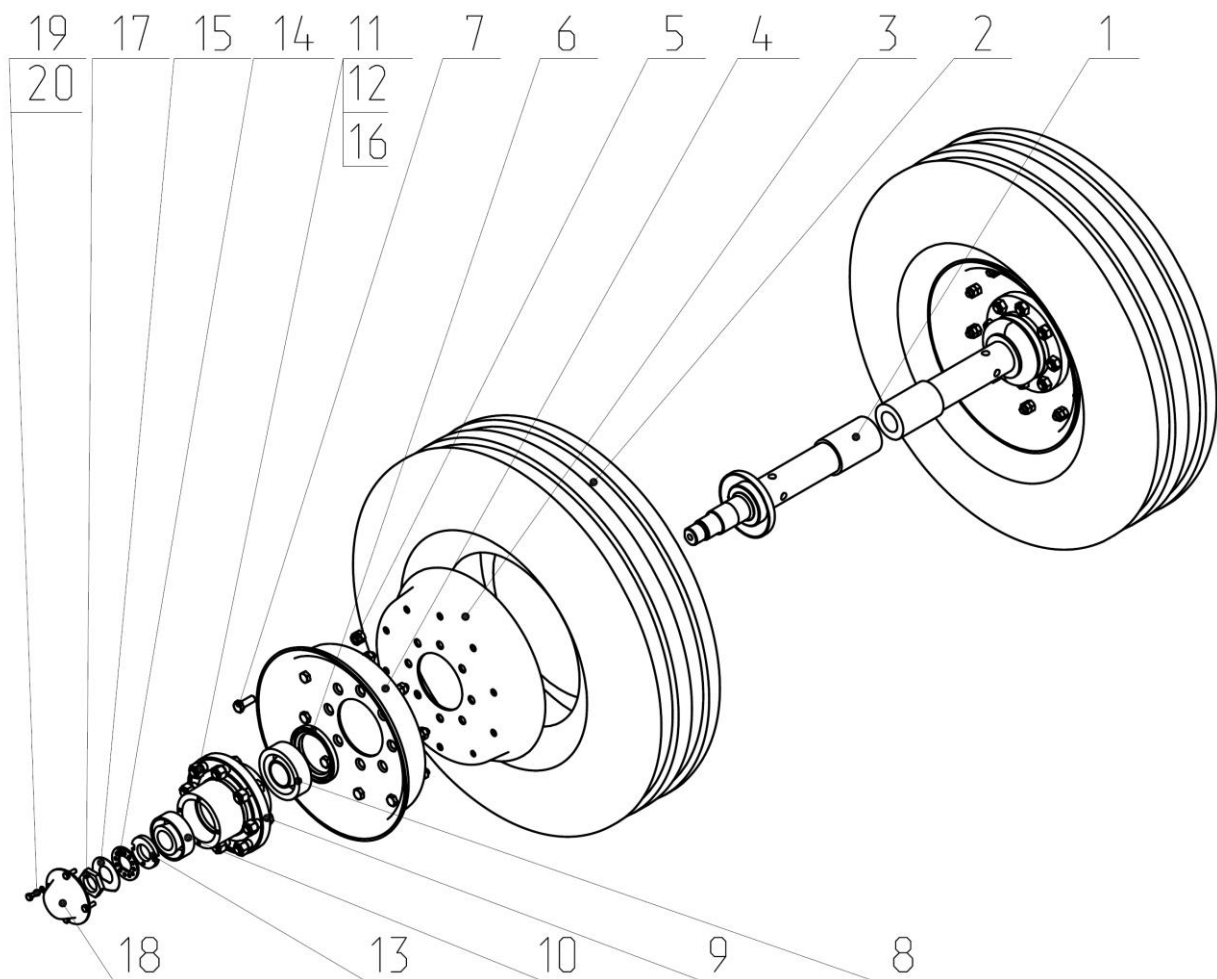

Рис.12. ЛДГ 03.050А Мост.
2.27. Мост (Рис. 12) является опорной частью снорки и предназначен для передвижения луцильника. Основными узлами моста являются колеса, ось 1 и ступицы 10.